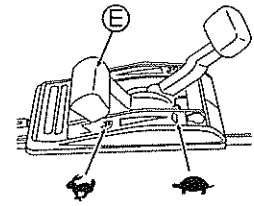

Fig. 13
- Vérifiez qu'il n'y a personne derrière vous lorsque vous tirez sur le bouton du Démarreur (V).
- Attrapez fermement le bouton du Démarreur (V) lorsque vous le tirez.
- Remettez doucement le bouton du Démarreur (V) dans sa position initiale.
5 Faites chauffer la machine avant de l'utiliser. Une fois que le moteur est chaud, commencez à tondre en plaçant la Manette des gaz (E) sur la position "←". (Voir Fig. 13)